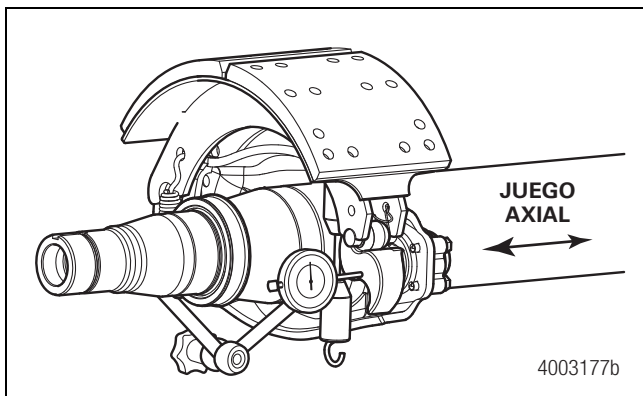

Figura 4.7
- Compruebe el juego axial del eje de levas. Si el movimiento total es superior a 0.060 de pulgada (1.52 mm), cambie los bujes, el eje de levas o ambos según se especifica en la Sección 11. Figura 4.7.